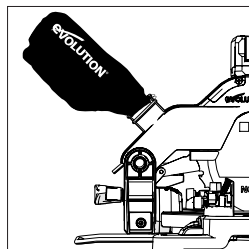

Fig. 28
- Deslice el saco captapolvo sobre el orificio de extracción de polvo y asegúrese de que la brida de ballesta agarre el orificio y sujete el saco captapolvo en posición de forma segura (**Fig. 28**).